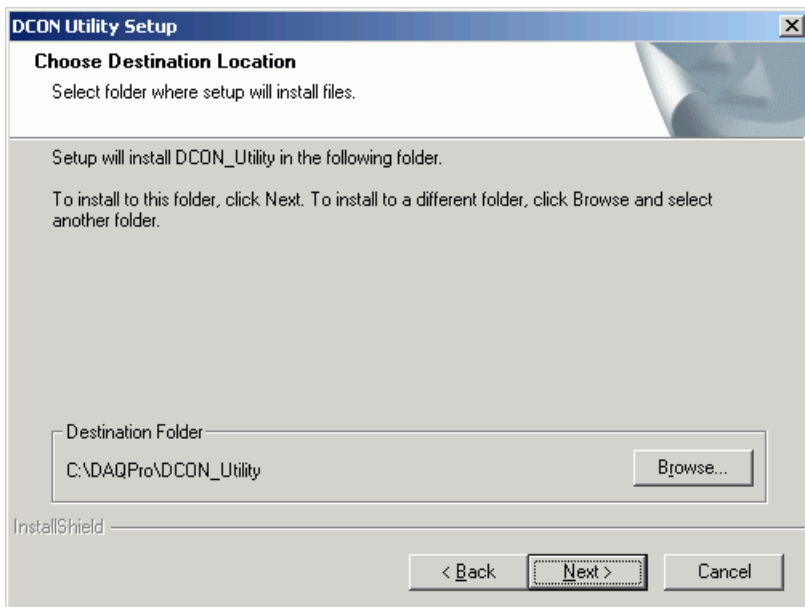

Рисунок 3.3. Установка программы DCON Utility.
3.1.4 На компьютер установить утилиту “DCON\_UTILITY” (файл “\setup DCON utility 4-4-3.exe”). См. рис.3.3